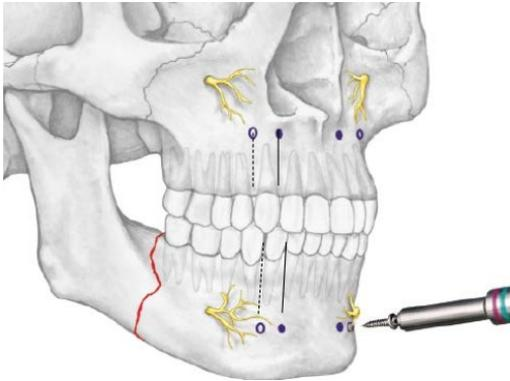

Figura 6
5) Inserção do parafuso na mandíbula Identifique as estruturas anatômicas importantes antes de proceder a inserção do parafuso mandibular, novamente com cuidado para não lesionar nem a raiz nem o nervo mentoniano (figura 6).